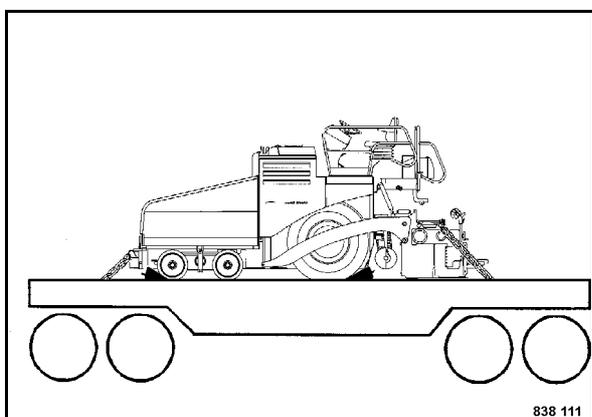

Fig. 141
- Rizzare la macchina al mezzo di trasporto (Fig. 141)